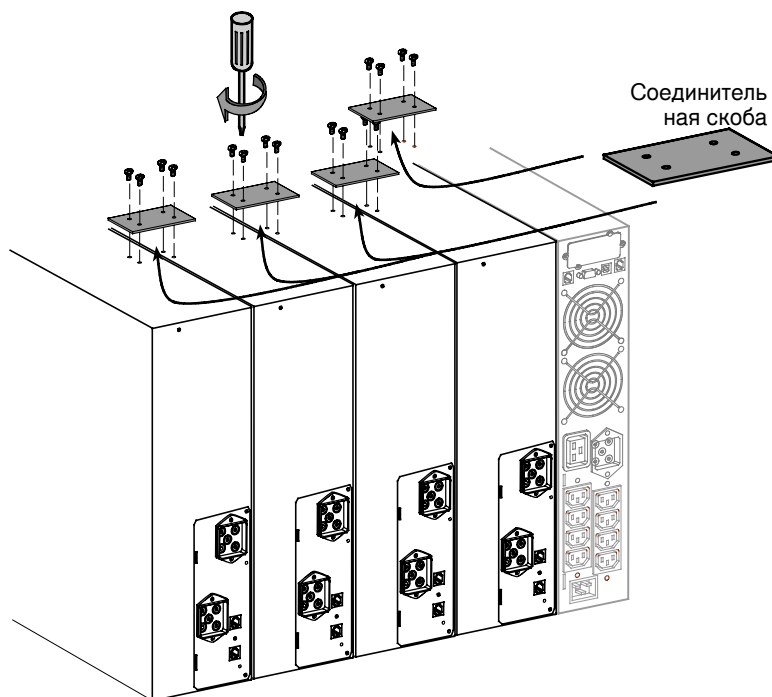

Рисунок 7. Установка соединительных скоб
5. Совместите каждую соединительную скобу с близлежащими отверстиями для винтов в шкафу и закрепите прилагаемыми винтами (см. Рисунок 7).